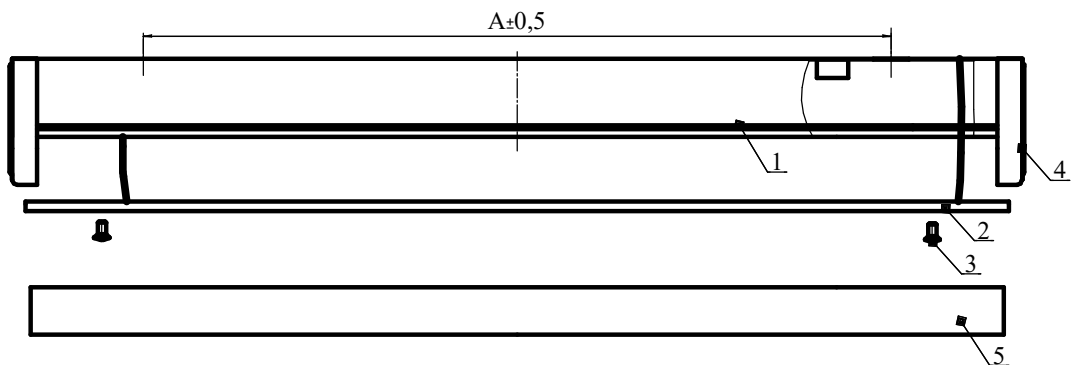

Рисунок 3
6.2 Снимите рассеиватель поз.5 рисунок 3.
(панель останется закрепленной на хомутах к корпусу) (Рис.3)